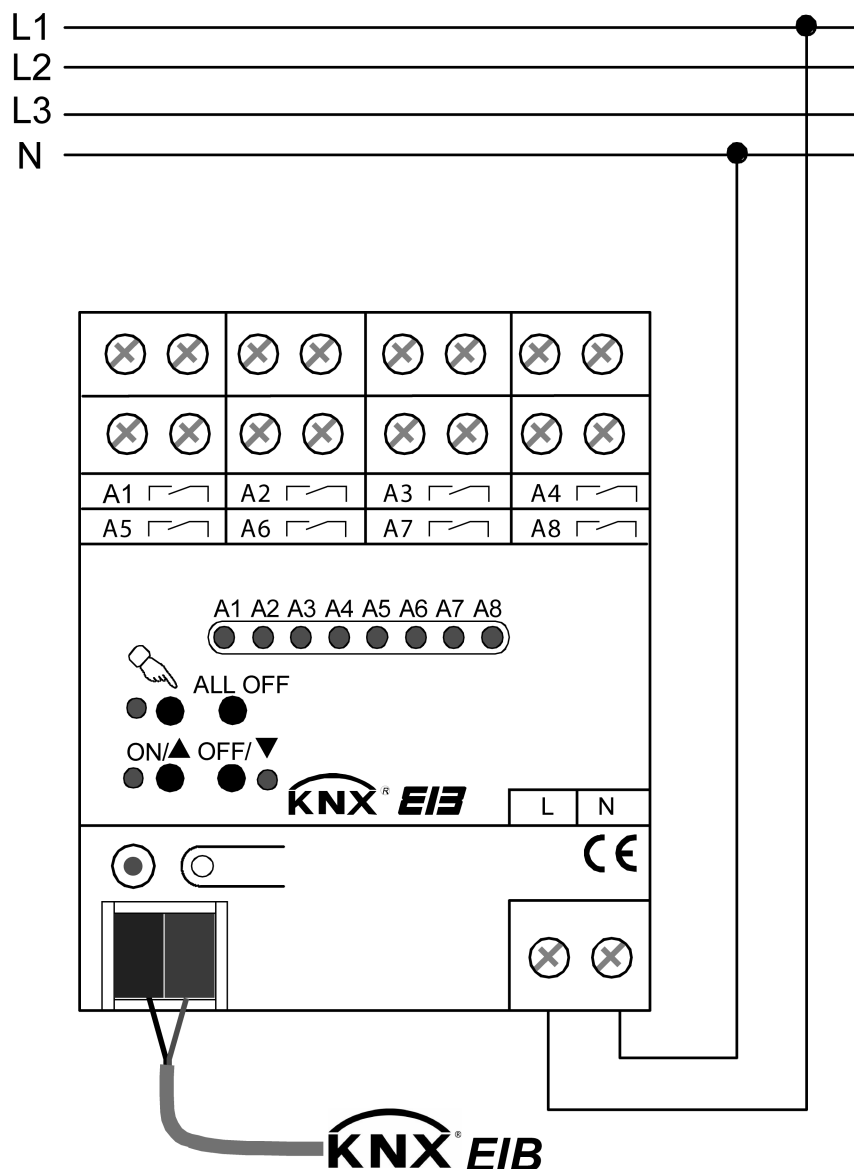

Figure 2: Raccordement électrique de l'alimentation en tension secteur
- La connexion du bus (borne de bus standard) et le raccordement de l'alimentation en tension secteur doivent être réalisés conformément au schéma de raccordement suivant (figure 2).